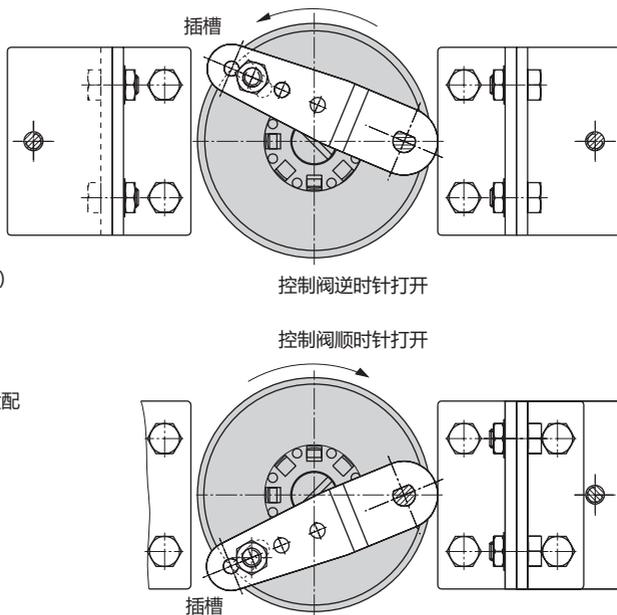

图5-20: 连接至角行程执行机构
→ 请参见图5-20
1. 将从动夹具 (3) 放置在有槽的执行机构杆或适配器 (5) 上。
2. 将耦合轮 (4) 以平坦侧朝向执行机构放置在从动夹具 (3) 上。当阀门处于其闭合位置时, 对准插槽, 以使其与旋转方向相匹配 (请参见图5-20)。
3. 使用螺钉 (4.1) 和碟形弹簧 (4.2) 将耦合轮 (4) 和从动夹具 (3) 牢固地固定在执行机构轴上。
4. 将底部成对支架 (10.1) 固定在执行机构外壳上, 使其折弯朝向内侧或外侧 (具体取决于执行机构的尺寸)。调整顶部成对支架位置 (10) 并予以固定。
5. 用定位器上的压力表安装连接板 (6) 或压力表支架 (7)。确保两个密封件 (6.1) 妥当就位。双作用无弹簧角行程执行机构需使用位于定位器壳体连接端的反向放大器 (参见第 5.5.7 一节)。
6. 从定位器的 M 操纵杆 (1) 上拧下标准从动销钉 (2)。使用安装套件中随附的金属从动销钉 ( $\varnothing 5 \text{ mm}$ ) 并置于  $90^\circ$  销钉位置孔内拧紧。
7. 将定位器放置在顶部支架 (10) 上并加以紧固。考虑执行机构的旋转方向并调节操纵杆 (1), 使其从动销插入到耦合轮 (4) 的插槽中 (图5-20)。当执行机构处于其旋转角度的一半时, 必须确保操纵杆 (1) 与定位器的长边平行。